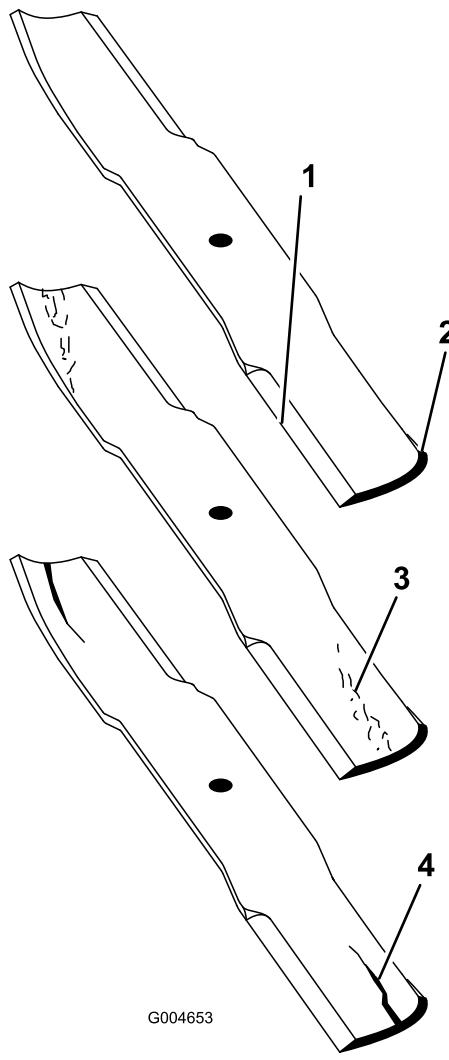

図 103
2. ブレードの切っ先を注意深く観察、特に、直線部と曲線部が交わる部分をよく観察する図103。
注 この、直線部と曲線部の交差域は、砂などによる磨耗が進みやすい部分なので、機械を使用する前によく点検することが必要である。磨耗が進んでいる場合図103には、ブレードを交換する。